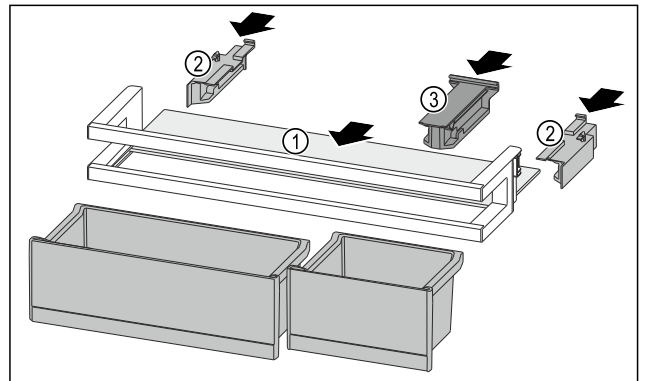

Fig. 145
- ▶ Abstellfläche Fig. 145 (1) in die seitlichen Aussparungen einschieben.
- ▶ Seitenteile Fig. 145 (2) einsetzen.
- ▶ Halteteil Fig. 145 (3) einsetzen.